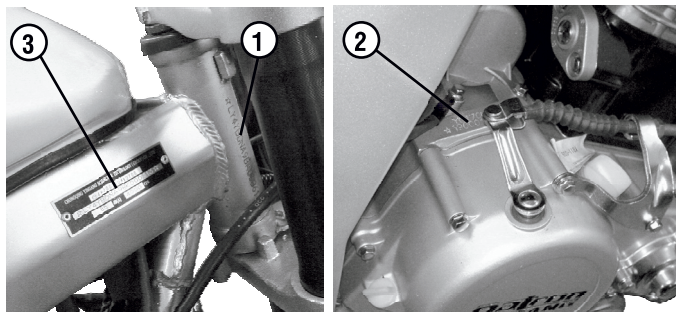

Рис. 1 Расположение номеров двигателя и рамы
2. Соответствие номеров рамы (рис. 1, поз. 1) и двигателя (рис. 1, поз. 2) на мотоцикле с занесенными в раздел 6 (информация об изделии) «Сервисной книжки». Идентификационный номер мотоцикла отштампован на правой стороне рулевой колонки; серийный номер двигателя отштампован на правой стороне верхней части картера двигателя. Табличка производителя (рис.1, поз.3) расположена на правой передней части рамы рядом с рулевой колонкой.